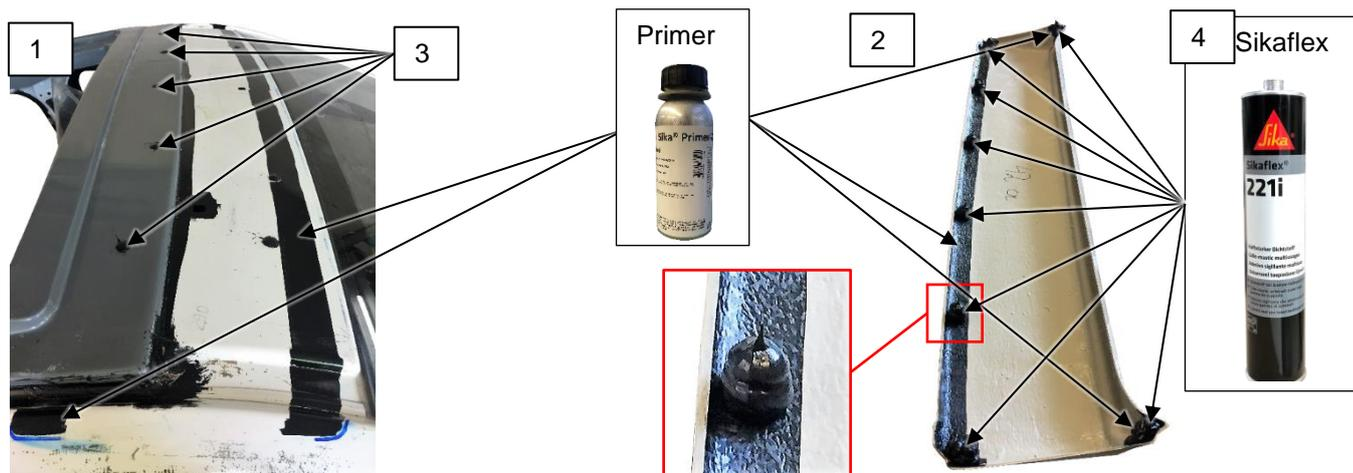

Abb. 6-1: Montage des Frontspoilers
- Das Fahrzeug und den GFK-Rahmen (s. Abb. 6-1, 1) sowie den Frontspoiler (2) im Verklebebereich vorbereiten:
- Die fünf Schraubenlöcher des EasyFit-Rahmens mit Sikaflex füllen (3)
- Geben Sie großzügige Kleckse Sikaflex auf den Verklebebereich des Frontspoilers (4)